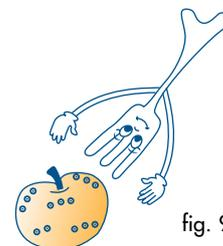

fig. 9
- 4) **Os alimentos com pele, casca ou invólucro (exemplo: maçãs, batatas, tomates, salsichas, peixe) devem ser picados em vários pontos com um garfo de modo a que o vapor possa sair e a pele ou a casca não rebentem (Fig. 9).**